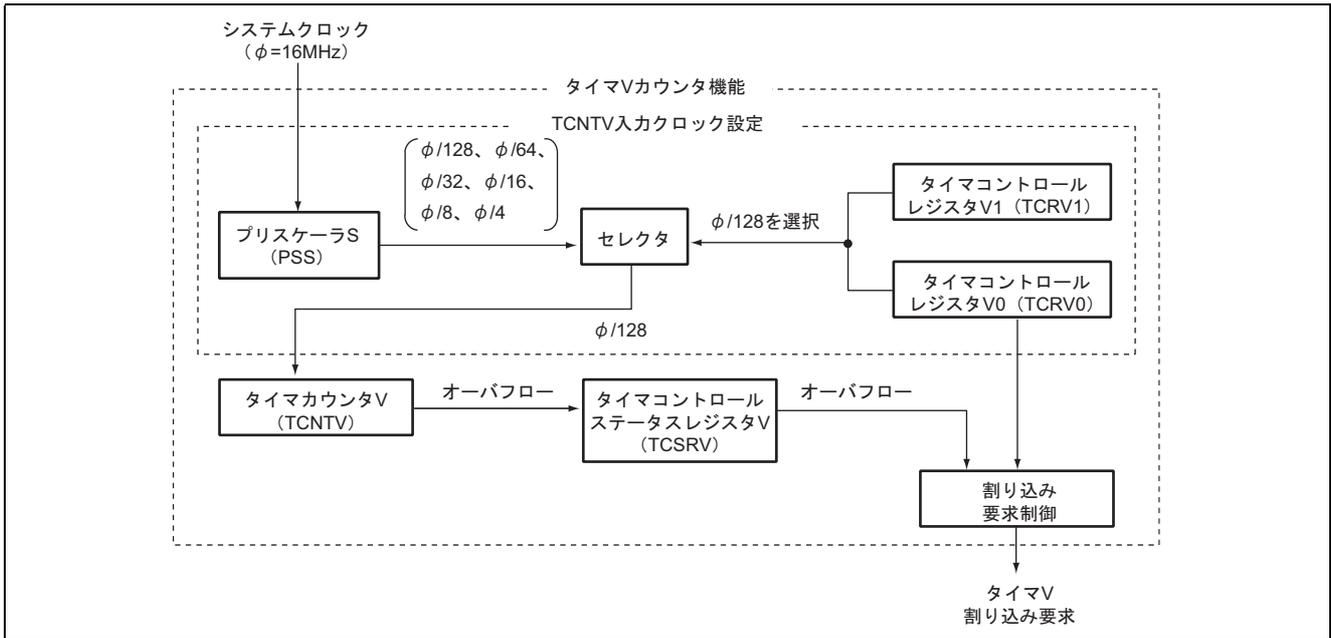

図 2.1 タイマVのブロック図
1. 本タスク例では、タイマ V オーバフローを使用して、8 ビットカウンタをカウントアップします。タイマ V のブロック図を図 2.1 に示します。以下にタイマ V のブロック図について説明します。